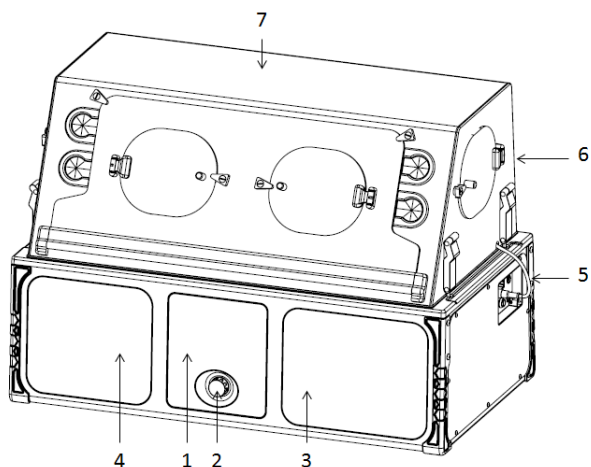

Figura 3-1 Vedere ISO frontală
2. Cu incubatorul de transport alimentat la sursa de curent alternativ, apăsați butonul rotativ (**Figura 3-1**, reperul 2) pentru a-l porni. Incubatorul de transport va efectua un autotest la pornire și va testa alarma sonoră. Asigurați-vă că este afișată bara de progres al autotestului la pornire și că alarma sonoră poate fi auzită. Verificați ca pictograma de alimentare AC și pictograma de alimentare a bateriei să fie afișate în colțul din stânga sus după finalizarea testului.